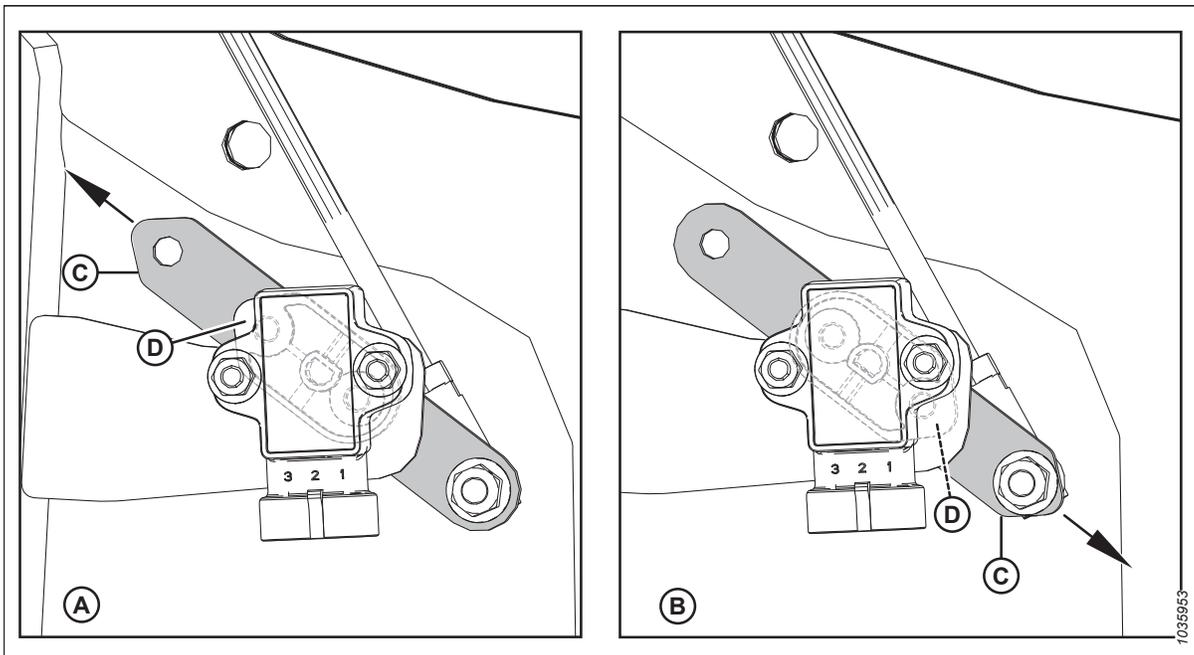

Figure 3.185: Configurations du bras/pointeur du capteur
5. Veillez à ce que le bras (C) et le pointeur (D) du capteur soient configurés correctement pour la plateforme. Pour obtenir des instructions, consultez la figure 3.185, page 168.